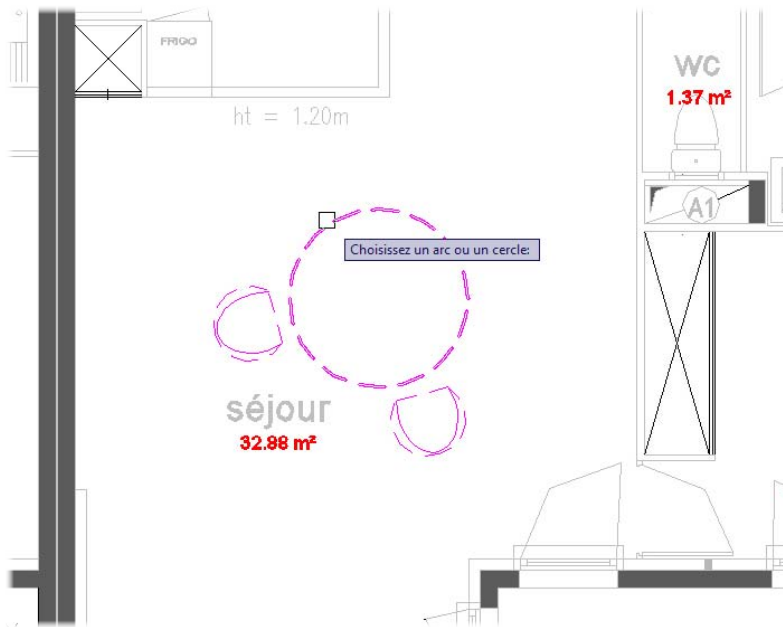

Figure 5.57
2. Choisissez l'objet à coter (la table) [voir Figure 5.57].